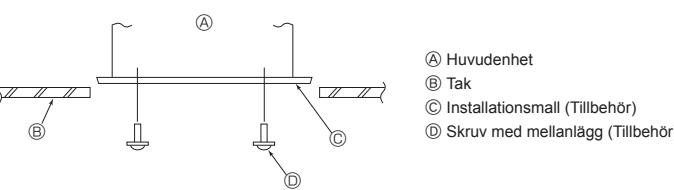

Fig. 4-7
4.6. Bekräfta huvudenhetens positionering och drag åt upphängningsbultarna (Fig. 4-7)